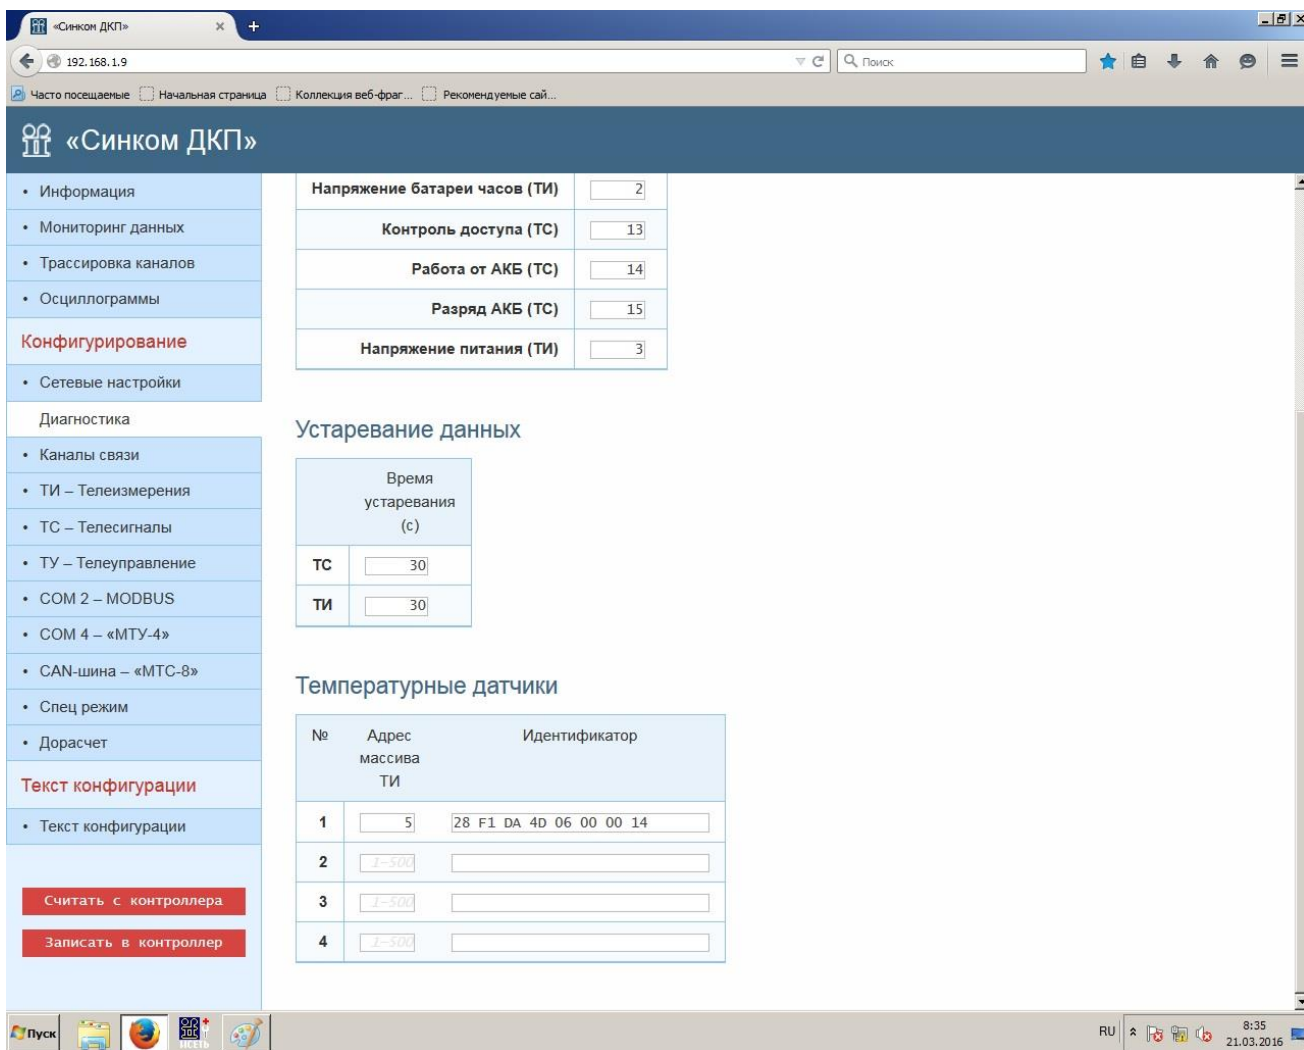

Рис. 1.20 Окно настройки «Диагностика» (температурные датчики)
2) Соответствие адресов в памяти контроллера для записи значений температуры и ID-идентификаторов цифровых датчиков температуры (см. Рис. 1.20).